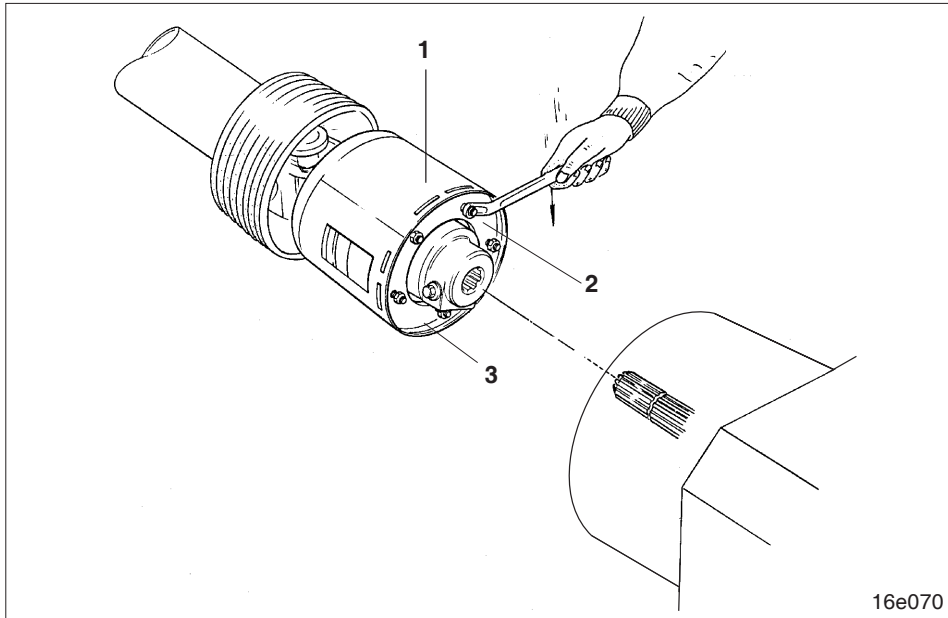

Fig. 19.14
Die Reibkupplung (Fig. 19.14/1) ist werksseitig so eingestellt, daß sie bei einem Drehmoment von 1550 Nm anspricht. Beim Überschreiten dieses Drehmomentes wird die Kraftübertragung von der Schlepperzapfwelle auf die Bodenbearbeitungsmaschine unterbrochen. Das Drehmoment läßt sich verändern. Spricht die Reibkupplung z.B. bei sehr steinigem Böden zu häufig an, kann das Drehmoment erhöht werden. Spricht die Reibkupplung nur sehr selten an, kann das Drehmoment gesenkt werden.
- Alle Skt.-Muttern (Fig. 19.14/2) bis zum Anschlag anziehen.
- Alle Skt.-Muttern (Fig. 19.14/2) wieder so weit zurückdrehen, bis ca. 5 mm Luft zwischen den Muttern und der Scheibe (Fig. 19.14/3) ist.